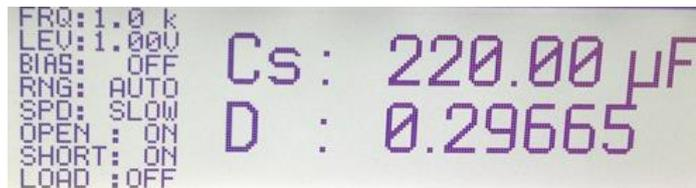

Bild 2-2: Anzeige von Kapazität und Verlustfaktor eines Kondensators bei 1kHz
- Im standardmäßig eingeschalteten Auto Mode wird automatisch die richtige Messfunktion bzw. Schaltungsart eingestellt (siehe Bild 2-8 und Kapitel 2.1.2.1). In diesem Fall C-D d.h. Kapazität C und Verlustfaktor D werden angezeigt (Bild 2-2). Für die Anzeige anderer Parameter wie z.B. Scheinwiderstand und Phasenwinkel, die im Handbuch beschrieben Messfunktionen, per Tastendruck auswählen. Bei einem idealen Kondensator beträgt der Phasenwinkel -90° . Bild 2-3 zeigt die Messung an einem realen verlustbehafteten Kondensator mit einem Phasenwinkel von -87.4° .